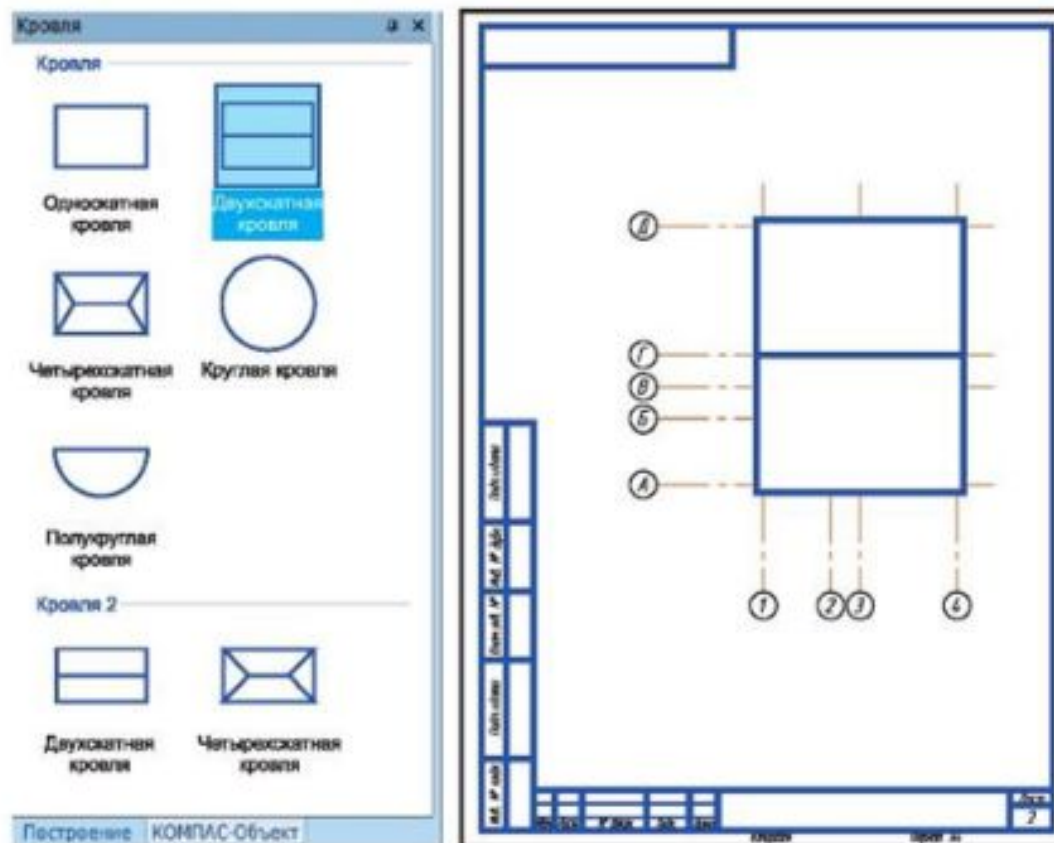

Рисунок 13.13 Задание параметров кровли
2. На панели *Библиотеки проектирования зданий и сооружений: АС/АР* выберите команду *Кровля*  → *Двухскатная кровля* и задайте параметры в *Панели свойств* (рисунок 13.13).